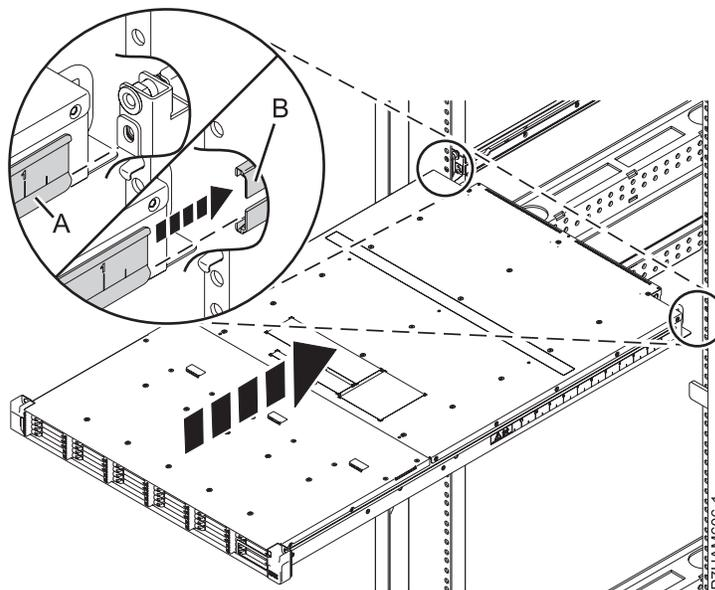

Abbildung 13. Gehäuse in den Schienenmantel einsetzen
- c. Schieben Sie beide Chassishalteführungen (A) gleichzeitig in den Schienenmantel (B), wie in Abb. 13 dargestellt.